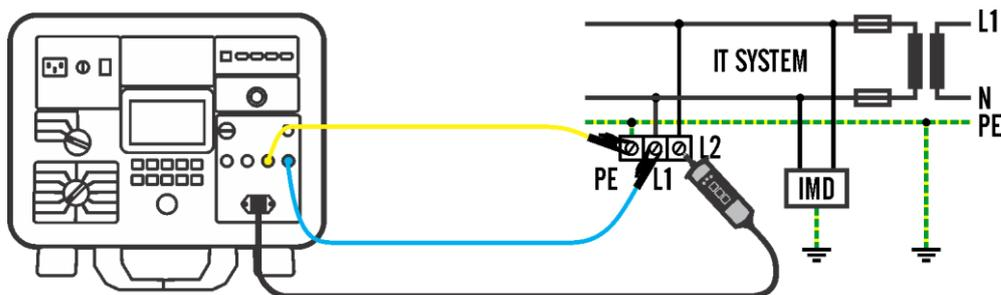

Figura 57: Collegamento per la misurazione IMD, esempio
- 8) Collegare i puntali come illustrato nella figura 57, vedere anche il menu HELP/CONNESSIONE.